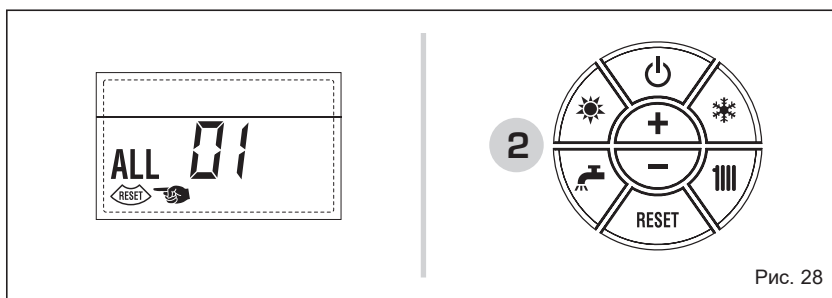

Рис. 28
– **ALL 01 (Рис. 28)**
– **ALL 02 (Рис. 28/а)**